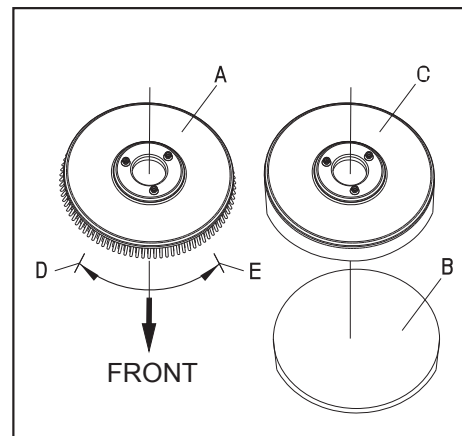

FIGURE 8
Selon le type de sol à nettoyer, la machine peut être équipée d'une brosse (Figure 8, A), ou d'un porte-disques (Figure 8, B et C).
- Assurez-vous que l'interrupteur (41) est sur la position Arrêt (Off).
- Appuyez sur la poignée (2) pour relever la cuve du réservoir (26).
- Placez la brosse (A) ou le porte-disque (B – C) sous le carter.
- A l'aide de la poignée (2), abaissez la cuve du réservoir (26) de façon à ce qu'elle vienne en contact avec la brosse ou le porte-disque.
- Fixez manuellement la brosse ou le porte-disques en vous référant au sens de la flèche (D), (comme illustré Figure 8).
- Pour démonter la brosse ou le porte-disque, tournez l'ensemble dans le sens opposé jusqu'à ce que vous puissiez les retirer. (Figure 8)